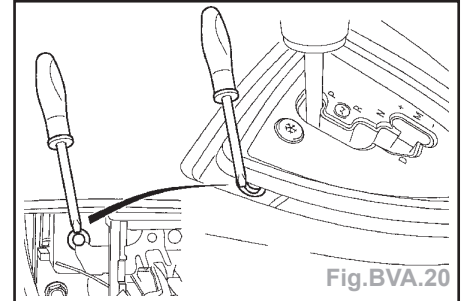

Fig.BVA.20
- déverrouiller le Shift-Lock à l'aide d'un tournevis (Fig.BVA.20).